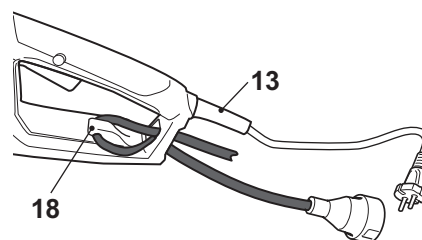

Fig. 13
- > Vérifiez que la poignée de frein [2] est bien désactivée (voir Fig. 13 ci-dessus).